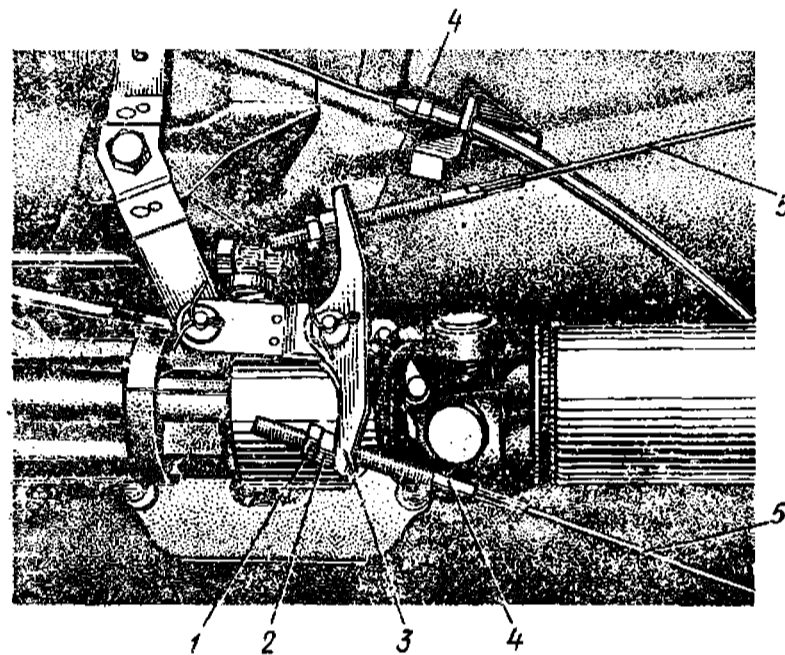

Рис. 78. Регулировочный узел привода стояночной тормозной системы:
Сначала отрегулируйте ход рычага привода, для чего отпустите контргайки 1 (рис. 78) и вращением регулировочных гаек 2 добейтесь, чтобы для затормаживания рычаг продвигался вверх на 6—8 зубцов сектора.
1. Полностью ослабьте натяжение задних тросов, для чего отверните контргайки 1 (см. рис. 78) и регулировочные гайки 2, переместив их на концы регулировочных наконечников 4.